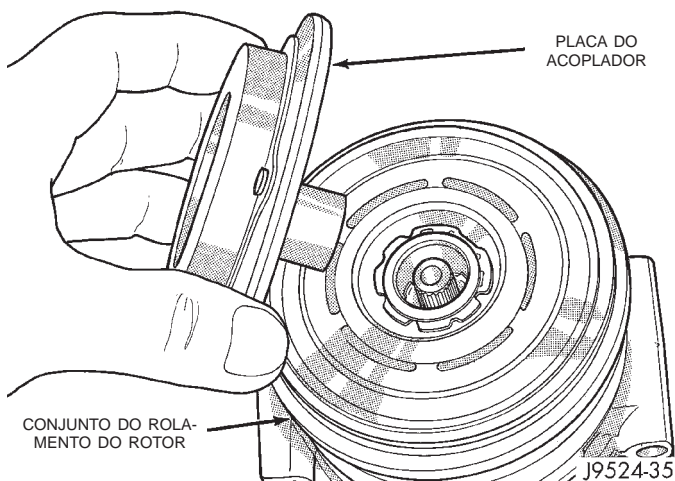

Fig. 11 Remoção/Instalação da Placa do Acoplador
(4) Insira os dois pinos da chave de boca nos dois orifícios da placa do acoplador. Prenda de modo fixo a placa do acoplador e remova o parafuso que prende a placa do acoplador ao eixo do compressor.
(5) Remova a placa do acoplador (Fig. 11).